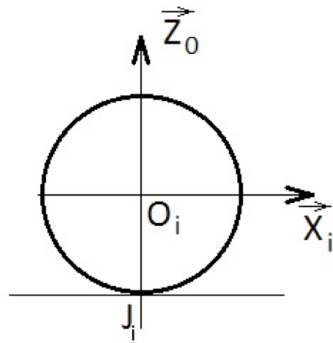

FIGURE 5 – Modélisation du contact roue/sol dans le plan médian de la roue
- Le point  $O_i$  : point du plan médian de la roue  $i$  appartenant à l'axe de rotation (cf figure 5).